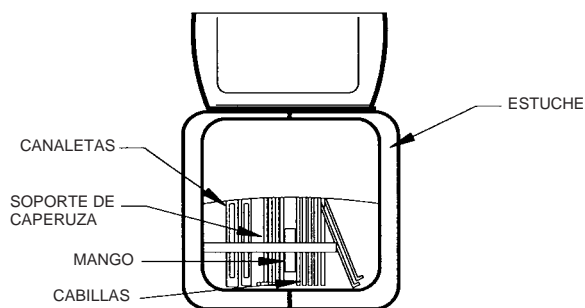

Figura 3—Desempaclar el estuche
- 3: El estuche de accesorio, que se encuentra abajo del Electronic Balometer, quedará expuesto. Levante y jale la amarra para abrir el estuche. Ahora se ven los accesorios. Vea Figura 3. Remueva del estuche el soporte de la caperuza, las cabillas de soporte y el mango. Figura 3 también demuestra como se empaacan las canaletas del bastidor. Si se va a instalar una caperuza de otro tamaño, remueva las piezas necesarias.